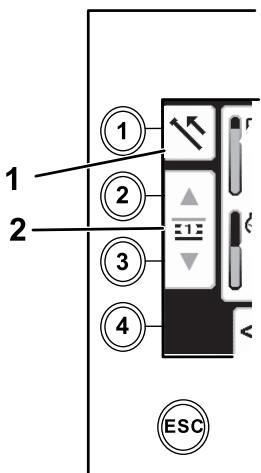

Figura 13
- Pulse el botón 1 para seleccionar la opción Tirar del tubo (Figura 13).
- Pulse los botones 2 y 3 para seleccionar la fila en la que desea colocar el tubo (Figura 13).